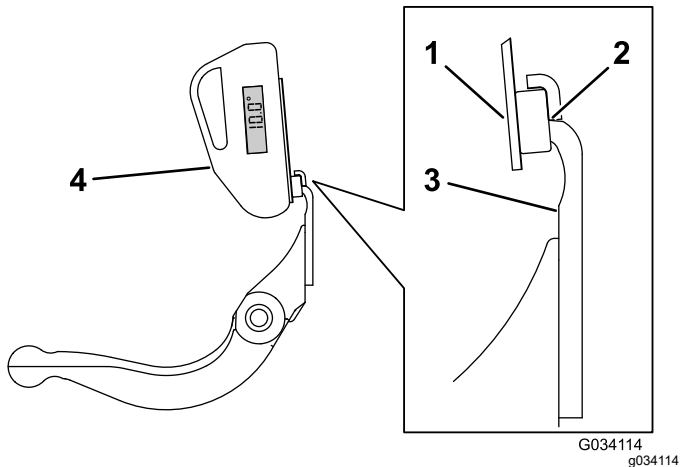

Figura 25
3. Amplasai suportul indicatorului de unghi pe marginea contracuitului, astfel încât marginea magnetului să se îmbine cu marginea contracuitului (Figura 25).
4. Amplasai indicatorul de unghi pe suport, conform indicațiilor din Figura 25.